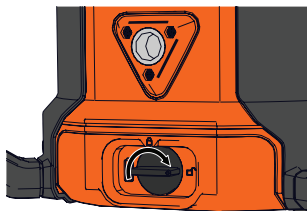

Figura 4
1. Presione y gire la perilla de bloqueo de la batería hacia la derecha hasta la posición "UNLOCK" (desbloqueo) . (Figura 4)